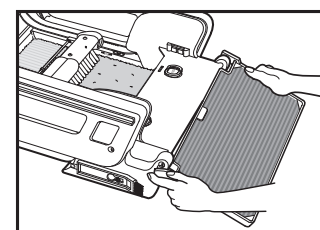

Fig. 5
- La rampe de nettoyage des pattes comporte deux pivots qui s'enclenchent dans les trous de chaque côté du couvercle du compartiment du contenant à déchets. Mettre la rampe de nettoyage des pattes en place avec le tapis vers le haut. Placer les pivots vers l'extrémité de l'appareil où se trouve le contenant à déchets jetable. Soulever la rampe de nettoyage des pattes et insérer un des pivots dans un des trous. Étirer légèrement l'autre pivot pour atteindre l'autre trou et l'y insérer (fig. 5). Tirer légèrement sur la rampe afin de s'assurer qu'elle est bien en place.